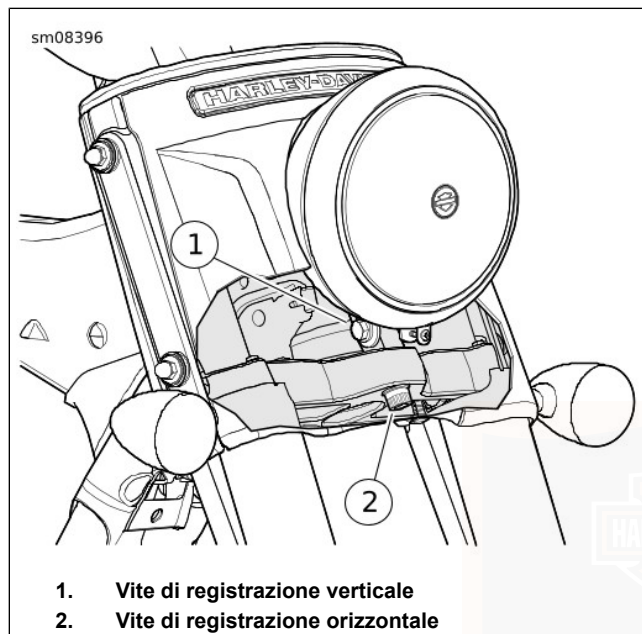

Figura 77. Regolazione del faro anteriore: FLRT
2. Vedere Figura 77. Allentare la vite per la regolazione orizzontale (2). Rivolgere il faro anteriore a destra o a sinistra in modo da dirigere il fascio di luce direttamente in avanti.
3. Serrare la vite (2) a